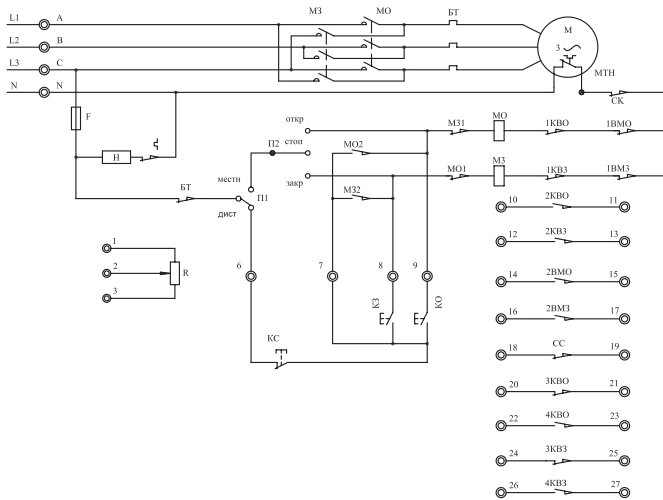

Рис.4 Принципиальная электрическая схема подключения электропривода ГЗ-ОФВ КС
Механические упоры (9,10) (рис. 1) применяются для первоначальной настройки конечных положений затвора арматуры ОТКРЫТО и ЗАКРЫТО при ручном управлении. Они также являются аварийной защитой, в случае отказа конечных и муфтовых микровыключателей, электродвигатель отключится блоком тепловой защиты БТ (рис. 4).
3. ЭЛЕКТРИЧЕСКАЯ СХЕМА УПРАВЛЕНИЯ (рис.4)
Для управления электроприводом ГЗ-ОФВ КС применяется электрическая схема, приведенная на рис.4. При достижении затвором арматуры конечных положений ОТКРЫТО или ЗАКРЫТО, срабатывают концевые микровыключатели 1КВ0 или 1КВ3, отключая питание электродвигателя. При превышении установленного крутящего момента при открытии или закрытии затвора арматуры, срабатывают муфтовые микровыключатели 1ВМ0 и 1ВМ3, отключая питание электродвигателя. Муфтовые микровыключатели 1ВМ0 и 1ВМ3 после срабатывания возвращаются в первоначальное положение при вращении вала в обратную сторону.